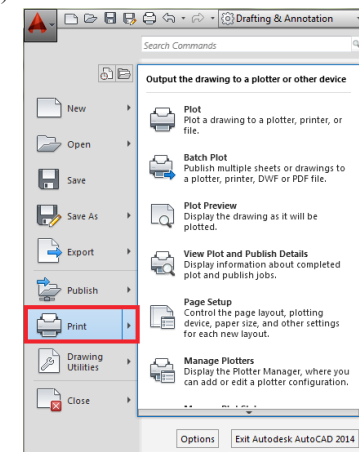

Рис. 10 Печать чертежа
- Пункт **Print (Печать)** позволяет отправлять чертежи на печать прямо из программы (Рис. 10).